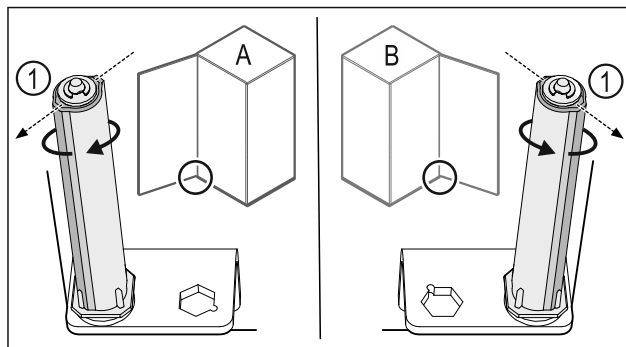

Fig. 35 Levý doraz (A) / pravý doraz (B)
- ▶ Otáčejte uzavíracím systémem proti odporu, dokud nebude lamela uzavíracího systému Fig. 35 (1) ukazovat směrem ven.